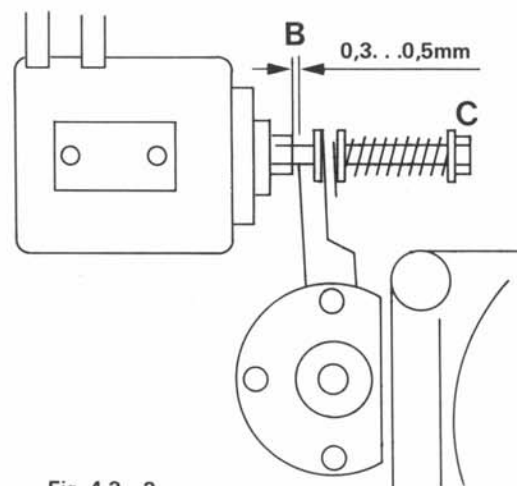

Fig. 4.3.-2
- Attach a nylon thread to the pinch roller shaft and attach a dial gauge to the other end of the thread. Pull dial gauge in the direction A (fig. 4.3.-1) until the pinch roller lifts off the capstan shaft. The dial gauge must read $13\text{ N} \pm 1\text{ N}$ ($1.3\text{ kp} \pm 0.1\text{ kp}$) ($2\text{ lb } 14\text{ oz} \pm 4\text{ oz approx.}$).
- Par l'intermédiaire d'un fil de nylon fixé d'une part sur l'axe du galet presseur (éventuellement dévissez le couvercle de l'axe) et d'autre part à un dynamomètre. Tirez le bras dans la direction A (fig. 4.3.-1) jusqu'à ce que le galet presseur décolle de l'axe de cabestan. Le dynamomètre doit alors indiquer $13\text{ N} \pm 1\text{ N}$ ($1,3\text{ kp} \pm 0,1\text{ kp}$).